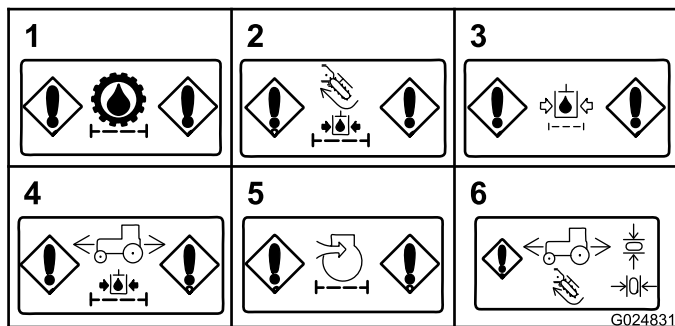

Figura 35
- **Ostruzione del filtro di carica idraulica (accessori):** questo messaggio viene visualizzato se il filtro di carica per il circuito idraulico è ostruito (Figura 35).
- **Ostruzione del filtro di ritorno idraulico:** questo messaggio viene visualizzato se il filtro di ritorno idraulico è ostruito (Figura 35).
- **Ostruzione del filtro di carica idraulica (motorino di trazione):** questo messaggio viene visualizzato se il filtro di carica idraulica per il motorino di trazione è ostruito (Figura 35).
- **Ostruzione del filtro dell'aria (motore):** questo messaggio viene visualizzato quando il filtro dell'aria richiede assistenza (Figura 35).
- **Indicatore di riposizionamento in folle:** questo indicatore viene visualizzato se si inizia un'operazione che richiede il riposizionamento del joystick o del pedale della trazione in folle. Riposizionate il joystick o il pedale della trazione in folle prima di continuare l'operazione (Figura 35).
- **Ostruzione del filtro di carica idraulica (trasmissione):** questo messaggio viene visualizzato se il filtro di carica idraulica per la trasmissione è ostruito (Figura 35).